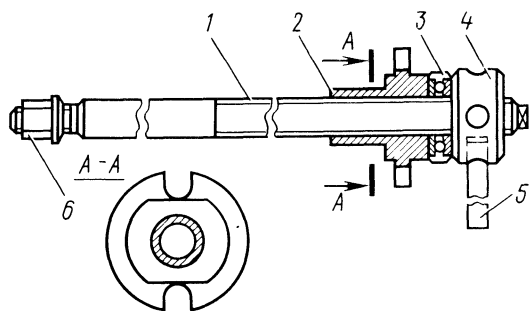

Рис. 142. Приспособление 7823-6709 для сжатия пружины подвески:
При замене пружины передней подвески рекомендуется пользоваться приспособлением, указанным на рис. 142.
4. Вставить винт 1 (см. рис. 142) приспособления в верхнее гнездо крепления амортизатора и на верхний конец винта навернуть гайку 6.